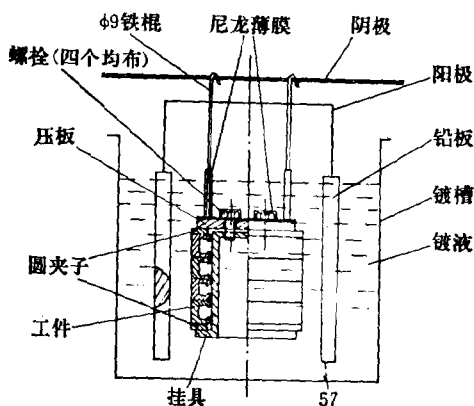

图 7 夹具结构及阳极配置
(1) 检查轴承内圈内孔的椭圆度,要求椭圆度不大于 0.15 毫米。
(2) 用砂布抛光至 7 级光洁度。
(3) 为了使铬层与被镀零件表面结合得更好,防止镀层脱壳,被镀零件必须进行清洗。先用柴油、碱砂及石灰水等清洗油污,然后再用清水冲净。
(4) 电镀。镀铬时所用夹具的结构及阳极板的配置(图7),